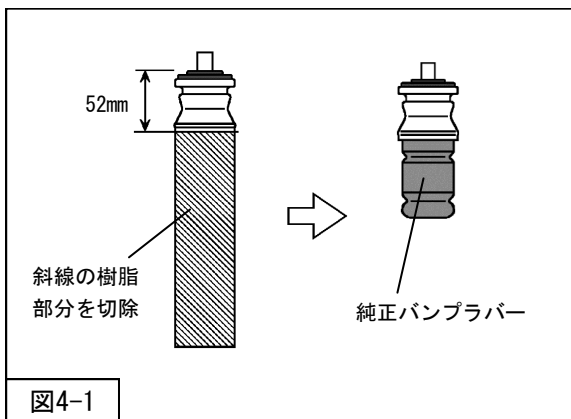

図4-1
- ・ダストブーツ部分が純正アッパーマウントと一体になっている場合は、図4-1を参考に樹脂部分を切除してください。
2. 純正アッパーマウントは、固定されている純正バンブラバーを取外し、リアショックアブソーバASSY（同梱品）に組付けてください。（図4-1）